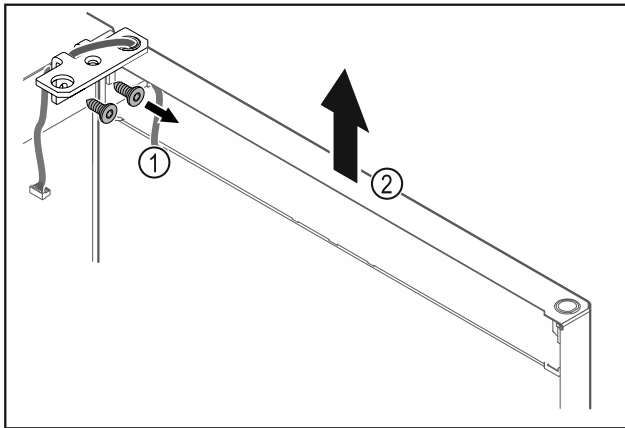

Fig. 18
- Lironi vidat e profilit të menteshës Fig. 18 (1).
- Ngrini drejt lart derën së bashku me profilin e menteshës Fig. 18 (2) rreth 200 mm dhe hiqeni.